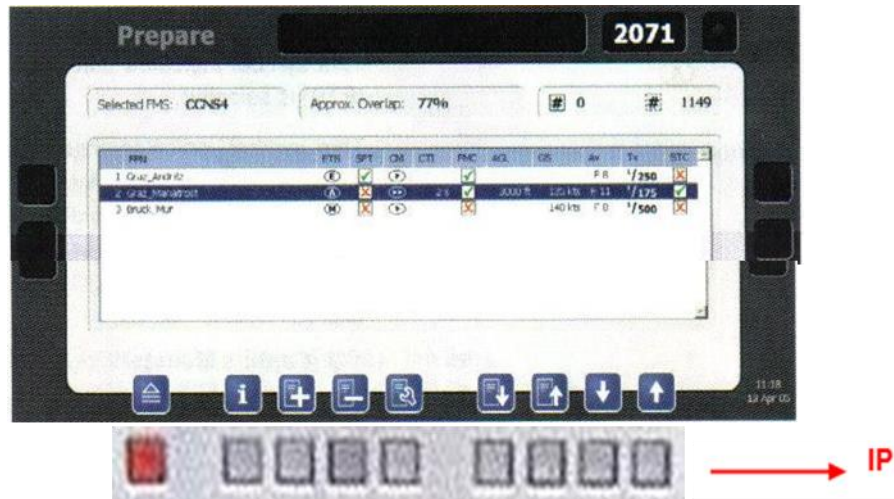

Figura 18. Ventana –Flight Project List
Se despliega la ventana Flight Project List ubicada en el tabulador General, desde la cual puede importar el plan de vuelo deseado, Figura 18 y Tabla 14.
2. Presione en el panel de interfase (IP) el botón  seleccione el plan de vuelo que se va a desarrollar en la ventana Flight Project List. Figura 18.
3. Presione en el panel de interfase (IP) el botón  mueva el plan de vuelo actualmente seleccionado hacia arriba hasta lograr que ese plan encabece la lista de planes de vuelo.
4. Presione en el panel de interfase (IP) el botón  para adherir el plan de vuelo con los valores predeterminados a ULTRACAMD.
5. Presione en el panel de interfase (IP) el botón  elimine los planes de vuelo antiguos, luego presione en el panel de interfase (IP) el botón  y seleccione el siguiente plan de vuelo en la ventana Flight Project List, Figura 18. NOTA: El recubrimiento puede ser únicamente calculado y desplegado si el Exposure Tigger Signal (ETS) es seleccionado en modo automático.